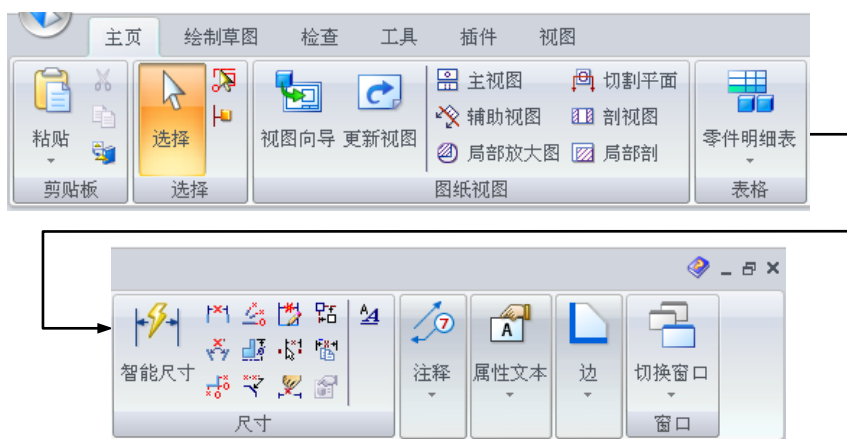

图 2.2.2 “主页”选项卡
- 图 2.2.2 所示的“主页”选项卡包含 Solid Edge 中所有的工程图工具，主要有视图工具，表格工具，尺寸工具、注释工具及属性文本工具等。